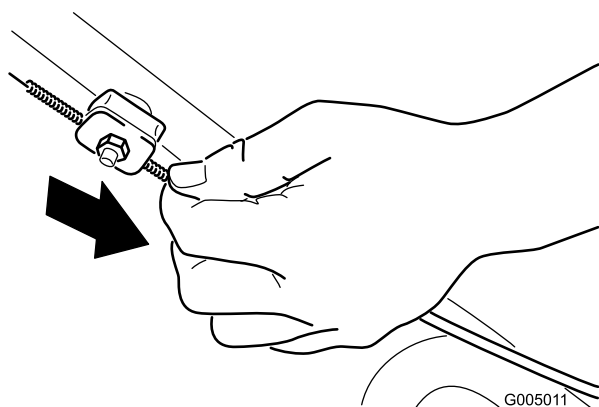

Figura 24
2. Abbassate la guaina del cavo (verso la macchina) fino a tendere il cavo (Figura 24).